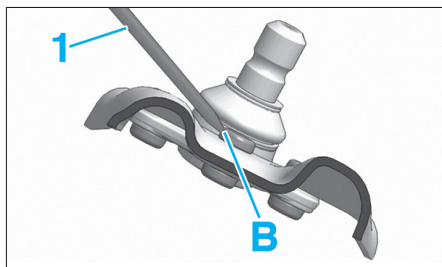

FIG. 27
• Dégager en "B" sans détériorer le triangle, les 3 têtes des rivets, à l'aide d'un burin (1) (Fig.27).